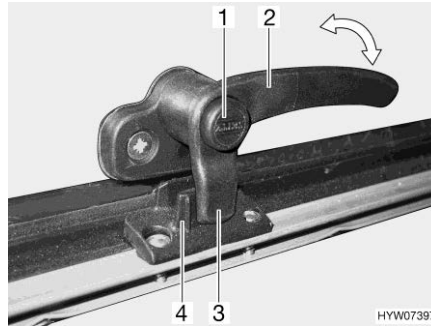
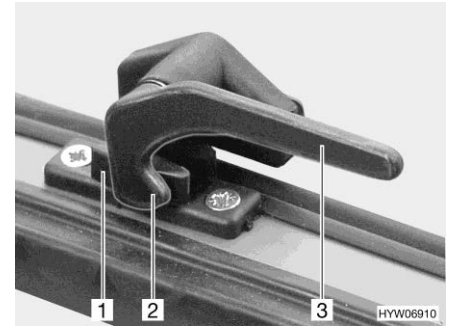

Fig. 109 Lever de verrouillage avec bouton de sécurité en position "Fermé"
Fig. 110 Lever de verrouillage en position "Fermé"
- S'il existe, appuyer sur le bouton de sécurité (Fig. 109,1) et le maintenir enfoncé.
- Tourner le levier de verrouillage (Fig. 109,2 ou Fig. 110,3) d'un quart de tour vers le centre de la fenêtre.
- Tourner le levier de verrouillage (Fig. 109,2 ou Fig. 110,3) d'un quart de tour vers le cadre de la fenêtre.
- Le tenon de verrouillage (Fig. 109,3 ou Fig. 110,2) du levier de verrouillage repose complètement sur le côté intérieur du verrouillage de fenêtre (Fig. 109,4 ou Fig. 110,1).
- En position "Fermé" (Fig. 109 et Fig. 110)